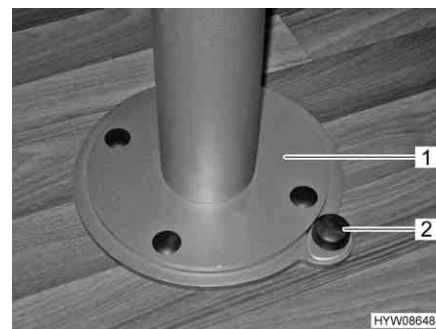

Fig. 53 Piede del tavolo, sbloccaggio del dispositivo di rotazione
- Spingere verso il basso il bottone (Fig. 53,2) del bloccaggio.
- Ruotare il piede del tavolo con il piano del tavolo (Fig. 53,1) nella posizione desiderata.